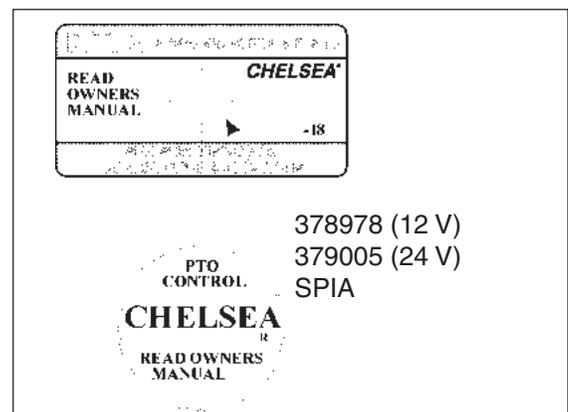

Fig. 25
5. Installare l'adesivo della piastra del comando (68-P-18) e la spia sul cruscotto utilizzando le viti fornite con il kit di installazione 328751-1X (fig. 25).